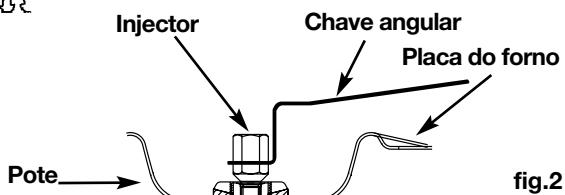

fig.2
- Desenrosque coma chave incluída na embalagem os injectores situados no fundo de cada vaso e retire-os (fig 2).
- Com ajuda da chave fornecida, desatarraxe os inyectores situados no fundo da cada pote e retire-os (fig 2).